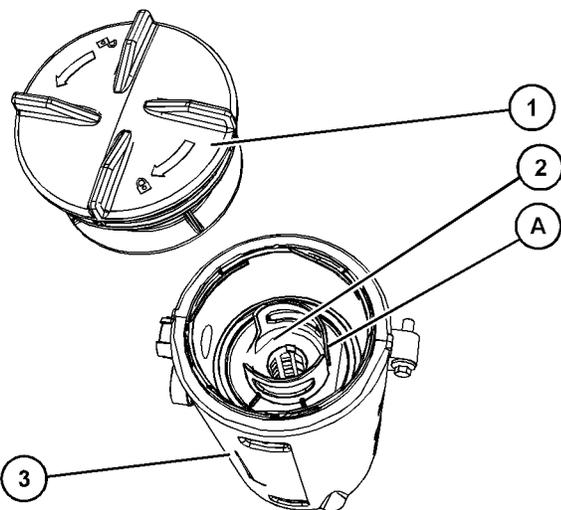

Abbildung 60
**Anmerkung:** Die Aussparung im Bereich (5) im oberen Deckel ermöglicht Zugriff auf die Dichtung.
4. Die alte Dichtung (4) entfernen und neue Dichtung einsetzen.
5. Neues Filterelement in das Entlüftergehäuse (3) installieren und das Filterelement auf die Position (A) ausrichten. Siehe Abbildung 60. Die Position (A) am Filterelement an Position (B) am Deckel ausrichten.